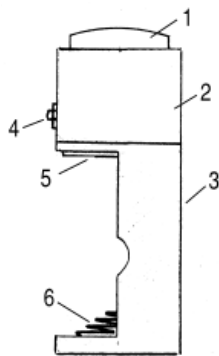
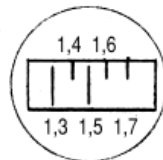

рис.2
рис.3
**Конструкция.** Вид устройства показан на рис.2. Корпус изготовлен из старой катушки зажигания от мотоцикла ИЖ. Взята нижняя карболитовая часть катушки. На месте верхнего буртика сделана выточка под крышку 2, потом вырезано окно. В верхнюю часть корпуса вклеена контактная шайба 5, выточенная по внутреннему диаметру корпуса 3. В нижнюю часть корпуса вклеена контактная пружина 6 с припаянным к ней проводом. Пружина взята из батарейного отсека кассетного магнитофона. В качестве верхней крышки 2 взят колпачок от лосьона. Все элементы схемы вмонтированы в верхнюю крышку. Индикатор P1 тоже взят из кассетного магнитофона. Перед установкой индикатора в разобранном виде был подключен вместе со схемой к регулируемому источнику напряжения и отградуирован. Вид шкалы показан на рис.3. Для удобства сектора шкалы до 1,3 В был окрашен в красный цвет, от 1,3 до 1,5 В - в желтый, после 1,5 В - в зеленый.